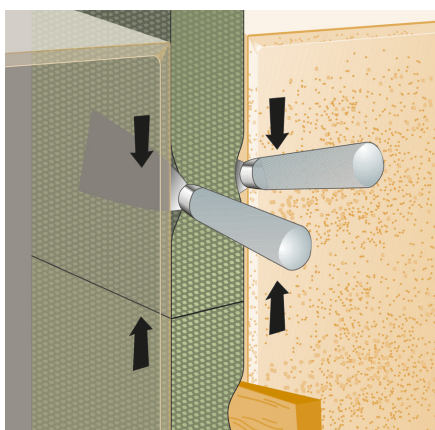

Fig 2
- Båndet kan monteres på fuktige flater. Dersom båndet ikke fester, bruk kiler i påvente av at båndets ekspansjon mot den andre flaten klemmer båndet på plass, se fig. 2.